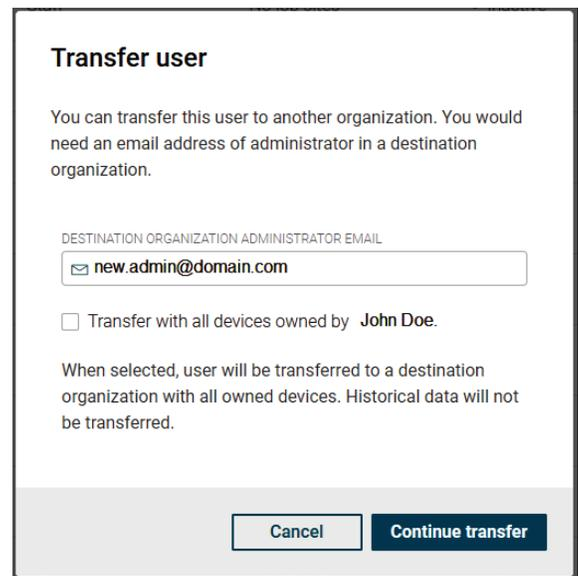

Figure 63. Continuer transfert (Continue transfer)
6. Après avoir entré un courriel d'administrateur d'organisation valide, la case Transférer tous les appareils attribués à XXX (Transfer with all devices owned by XXX) s'affiche, cochez-la au besoin. Cliquez sur Continuer transfert (Continue transfer), voir **Figure 63**.